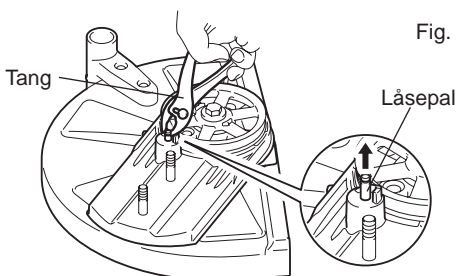

Fig. 3
- (4) Tag fat i låsepalen med en ligekærvet skruetrækker eller en tang. (Fig. 3)